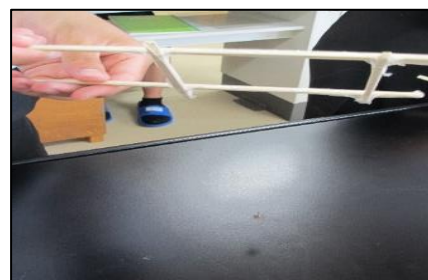

図3 糸の採取
1. クモの糸を、割りばしの枠(縦18cm×横9cm)に巻き付ける。(図3)